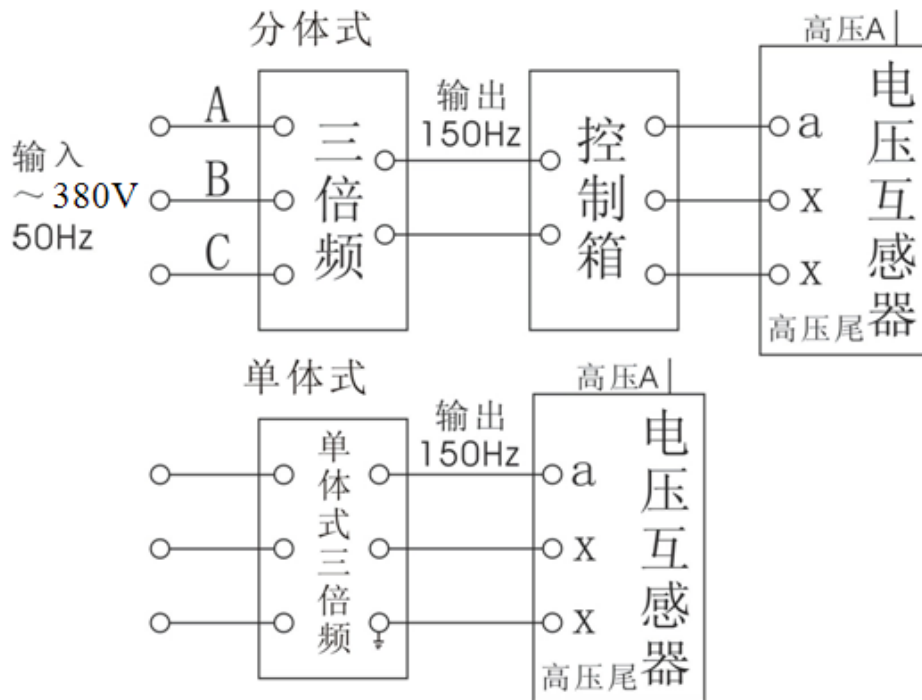

图 1
7.此套试验设备带有多抽头的电抗器，当感应耐压试验装置带 JCCI 类型高压串级式电压互感器负载时，其电流由感性为容性，功率因素很低，因此，可在被试验的高压互感器某一绕组上接入可调的电抗器进行电流补偿来提高整个试验回路的功率因素，如图 1 虚线框所示。